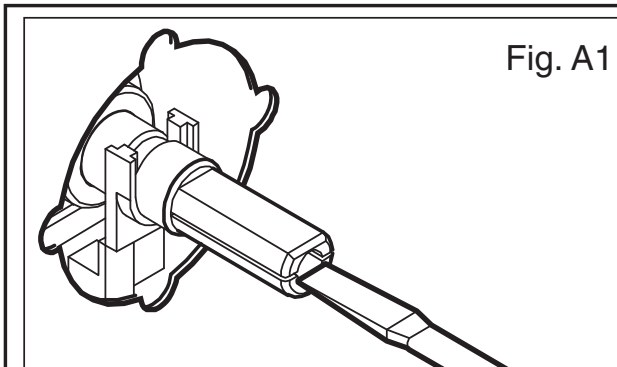

Fig. A1
2. Haal de bedieningsknop van de betreffende gasregelkraan eraf, steek een schroevendraaier in het onderste gedeelte van de regelkraan of in de schroef. (Fig. A1, A2)
2. Retire o botão da torneira do gás correspondente, introduza uma chave de fendas na parte final da torneira ou no parafuso (Fig. A1, A2).
2. Tag gashanens håndtag af, brug en skruetrækker enten for enheden af hanen eller i skruen. (Fig. A1, A2)
2. Ta bort ratten på gaskranen. För in en skruvmejsel antingen i slutet av kranen eller i skruen. (Fig. A1, A2)
2. Βγάλτε το κουμπί που αντιστοιχεί στον καυστήρα που ανάψατε. Βάλτε ένα κατσαβίδι στο στέλεχος του κουμπιού ή στη βίδα (Fig. A1, A2).